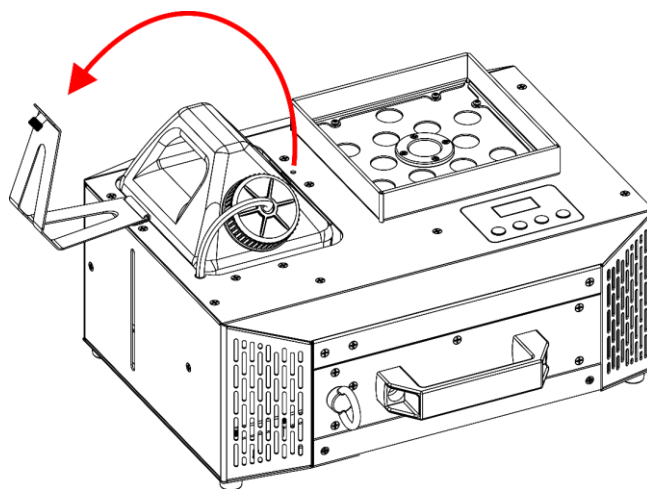

Fig. 29
- 03) Kantel de **beugel voor vloeistoftank (03)**, zoals getoond in Fig. 29.